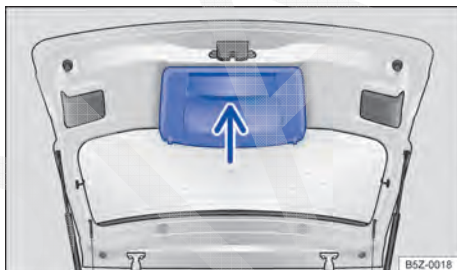

Fig. 29 Tampa do compartimento de bagagem aberta: rebaixo para puxar.
- Segurar no rebaixo do revestimento interno da tampa do compartimento de bagagem → Fig. 29 (seta).